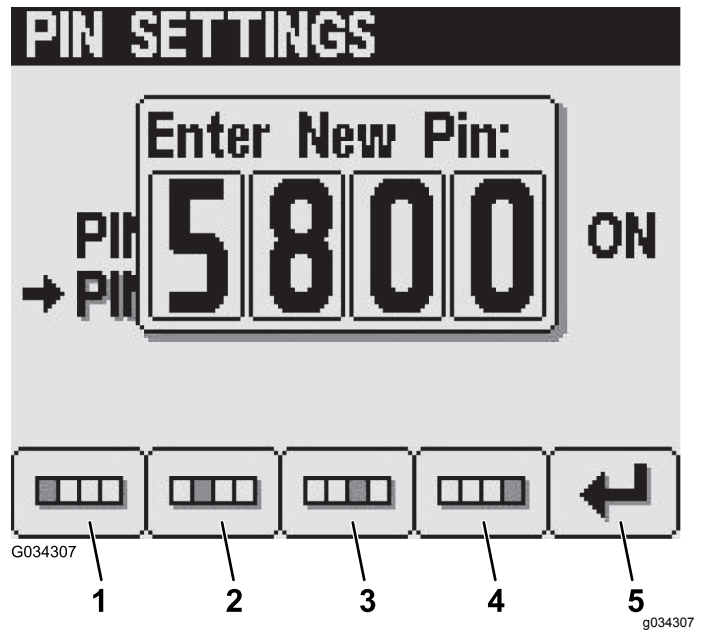

Figure 36
- Dans l'écran Nouveau code PIN, saisissez le nouveau code PIN en utilisant les boutons 1 à 4, puis appuyez sur le bouton 5 pour confirmer (Figure 36).